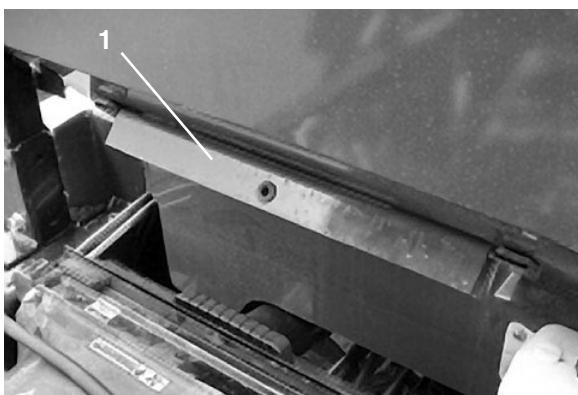

Bild 35
## Verwenden der Ladepritschen-sicherheitsstütze (Bild 35 & 36)
2. Entfernen Sie die Ladepritschenstütze von den Aufbewahrungshalterungen hinten an der Überrollbügelplatte (Bild 35).